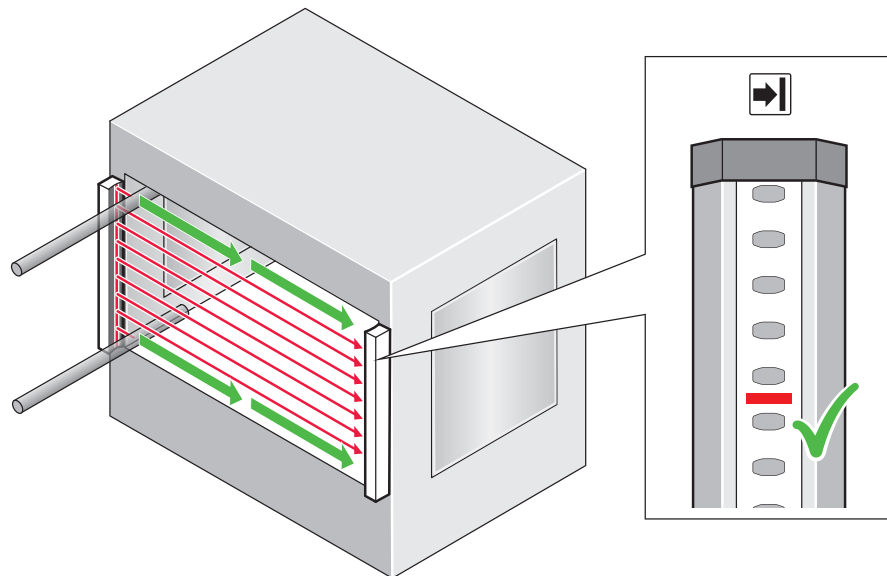

Рисунок 36: Контроль с помощью пробника: 3-й шаг
3. В заключение провести пробником по краям контролируемой зоны, как показано стрелками, см. рисунок 36.